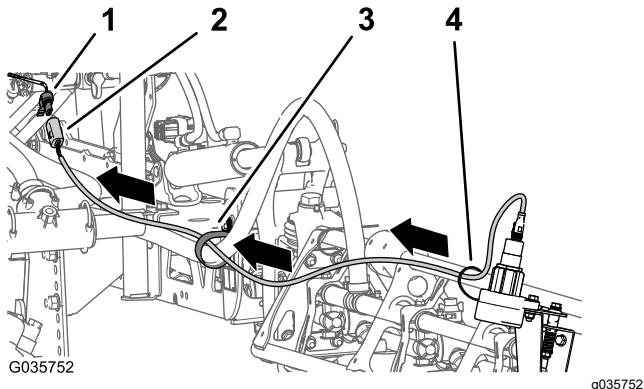

Рисунок 24
через опорный зажим и к 4-гнездовому разъему жгута проводов доводочного комплекта стрелы с ультразвуковым выравниванием в передней части коллектора подъемного цилиндра (Рисунок 24).
3. Подсоедините 4-штыревые разъемы левого и правого жгутов проводов датчиков к 4-гнездовым разъемам жгута проводов доводочного комплекта стрелы с ультразвуковым выравниванием (Рисунок 24) с маркировкой LEFT SONIC SENSOR (ЛЕВЫЙ УЛЬТРАЗВУКОВОЙ ДАТЧИК) и RIGHT SONIC SENSOR (ПРАВЫЙ УЛЬТРАЗВУКОВОЙ ДАТЧИК).
5. Закрепите провод, идущий от датчика к стреле опрыскивателя, с помощью кабельных хомутов (Рисунок 24).